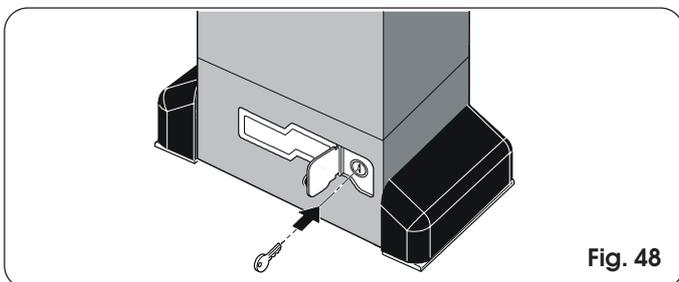

Fig. 48
- 1) Ouvrir le capot de protection et introduire dans la serrure la clé spécifique fournie (Fig. 48).